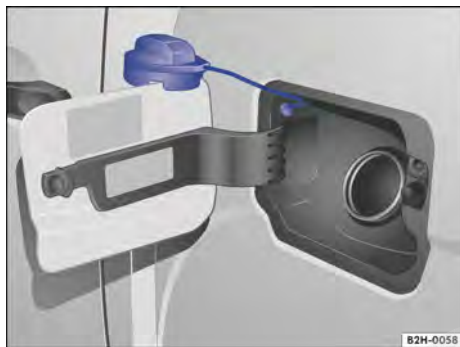

Fig. 135 Portinhola do tanque aberta com a tampa do tanque.
- Girar a tampa do tanque no sentido anti-horário e encaixá-la na abertura prevista na portinhola do tanque → Fig. 135.
O tipo de combustível correto para o veículo está indicado na etiqueta adesiva na parte interna da portinhola do tanque → Fig. 135.